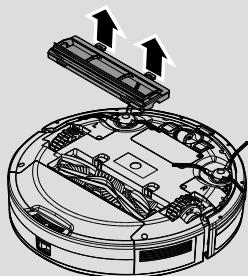

Рис. 11
2. Нажмите на зажимы на подошве и снимите крышку вращающейся щетки. [Рис. 11]